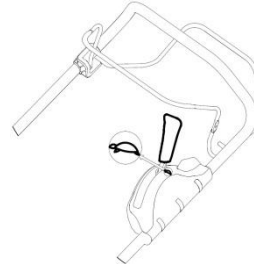

Fig. 11F
6. Si vous arrêtez de travailler ou démarrez le moteur, veuillez mettre la poignée à vitesse variable dans le . Fig. 11F